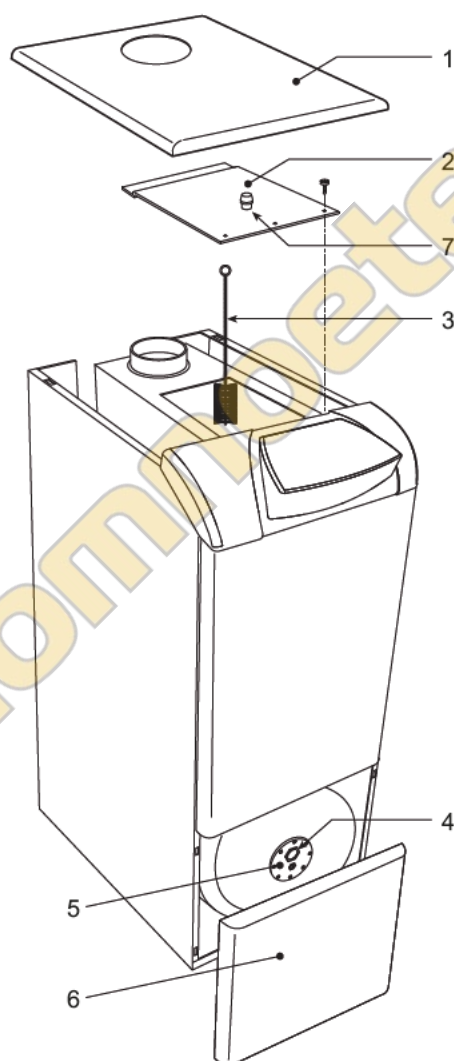

рис. 21 - Очистка котла
Для выполнения очистки котла следуйте ( рис. 21) нижеприведенным указаниям:
- Демонтируйте лицевую панель бойлера (6 рис. 21).
Состояние магниевого анода (4 рис. 21) можно проверять снаружи, отвинтив его от фланца бойлера (после перекрытия подачи воды в систему ГВС и опорожнения бойлера).
Внутри котла, в верхней части прерывателя тяги, предусмотрена одна точка отбора проб дымовых газов (поз. 7 рис. 21).